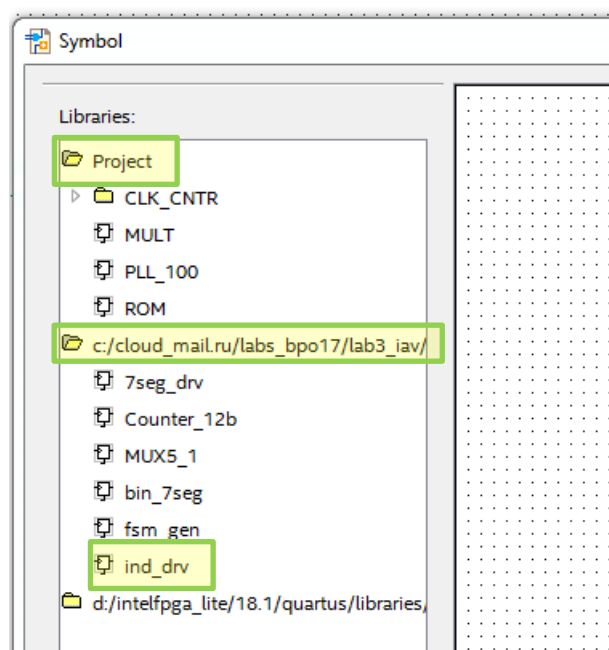

Рис. 32 Компоненты текущего проекта и компоненты проекта, подключенного в качестве внешней библиотеки
7.2. Нарисуйте схему проекта на базе созданных выше компонентов и компонента **ind\_drv** из проекта **lab3\_iav**, подключенного в качестве внешней библиотеки (рис. 32).